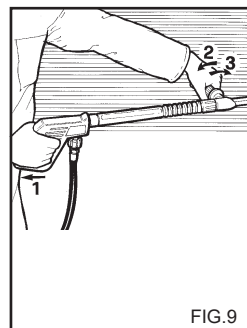

FIG. 9
**ИСПОЛЬЗОВАНИЕ ДВОЙНОЙ НАСАДКИ ПИСТОЛЕТА (рис. 9)**